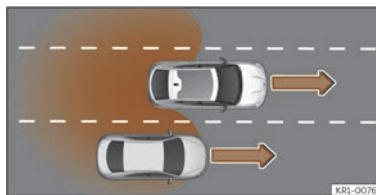

Fig. 125 Depășire pe banda centrală și apoi trecere pe banda din dreapta.
- La depășirea unui alt autovehicul >>> **fig. 125** cu o diferență de viteză de aproximativ 10 km/h (6 mph). Dacă vehiculul trece cu o viteză semnificativ mai mare, nu se afișează nicio indicație.